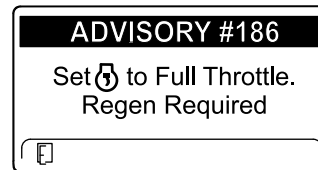

Figura 41
**Nota:** Si el InfoCenter muestra la ADVERTENCIA N° 186 (Figura 41), ponga el motor en velocidad máxima (ralentí alto) para permitir que continúe la regeneración de reinicio.